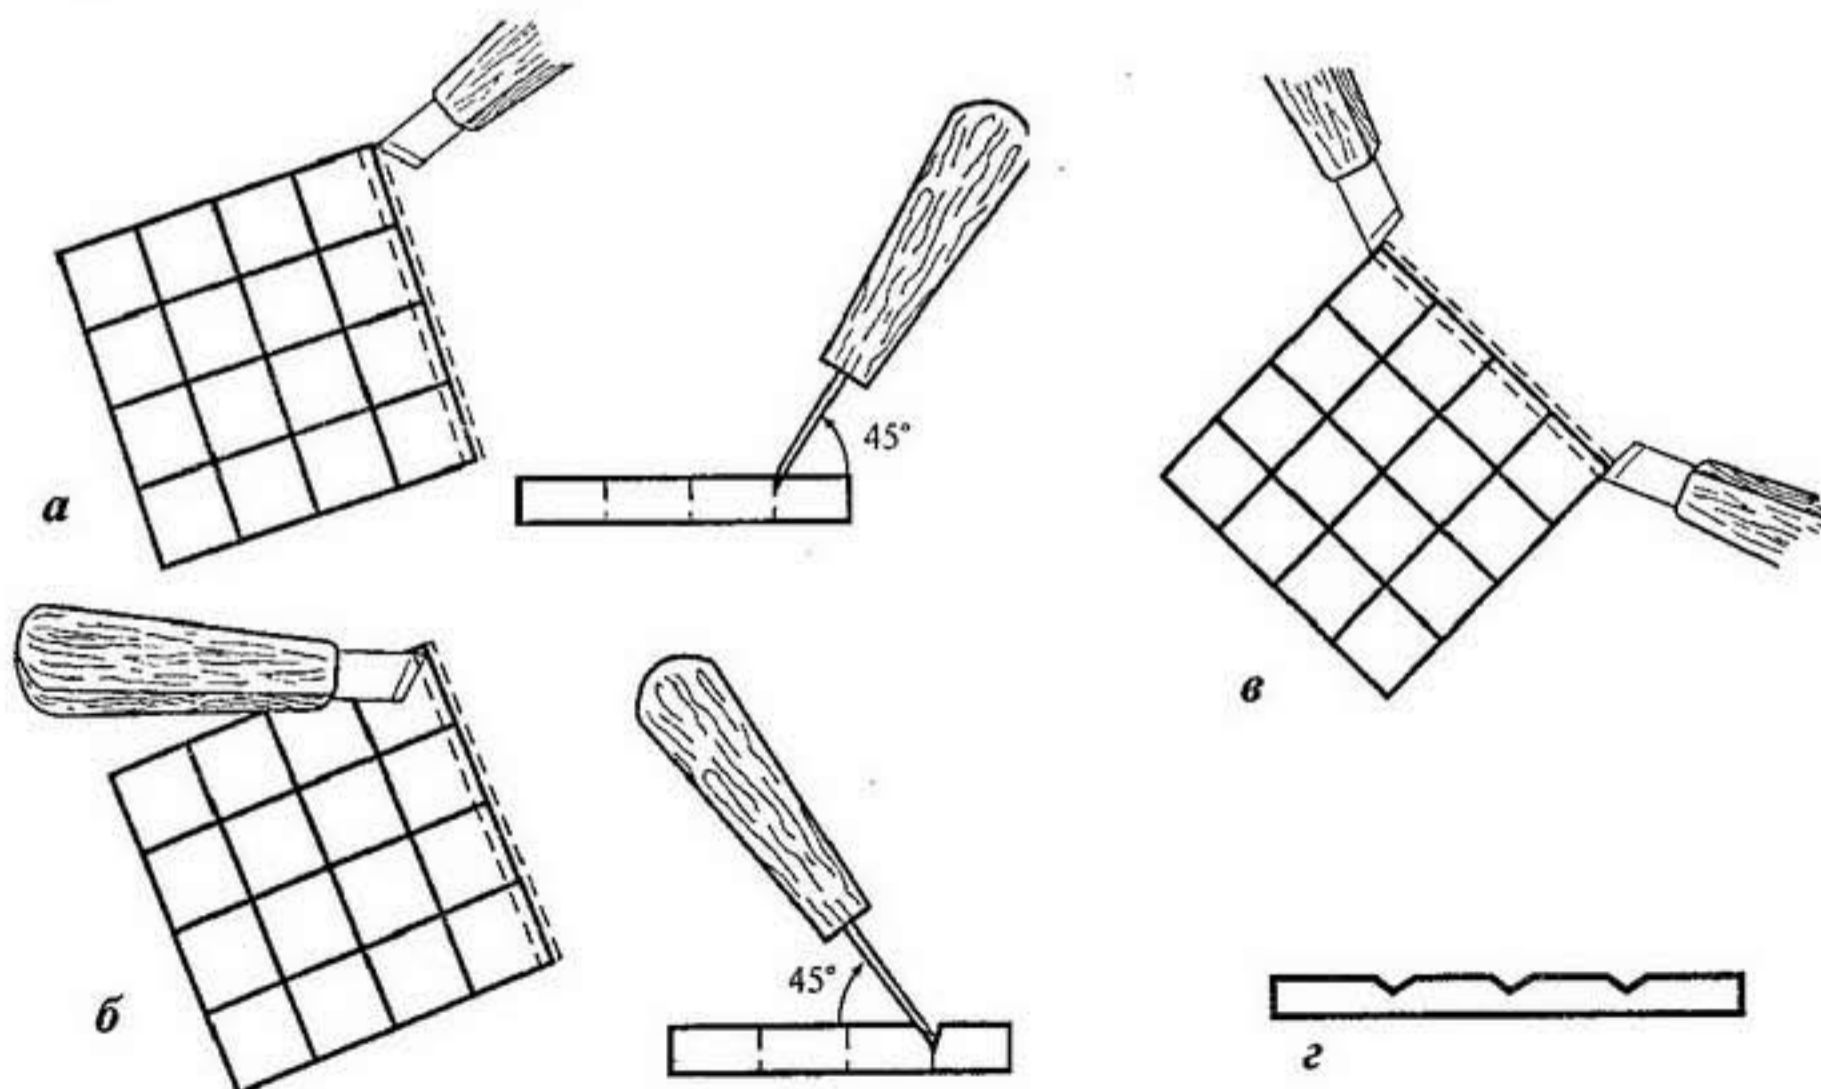

Рис. 29
1) отступите от вертикальной линии на 1 мм вправо, углубите нож на 2–3 мм и, держа его под углом  $45^\circ$ , сделайте прорезку вдоль всей линии (рис. 29, а);
2) то же самое проделайте с левой стороны от линии (рис. 29, б);
3) сделайте прокол ножом в начале и в конце линии, держа нож вертикально (рис. 29, в).
От древесины отделится полоска, которую и называют соломкой. А на дощечке останется канавка, имеющая профиль треугольника (рис. 29, г).